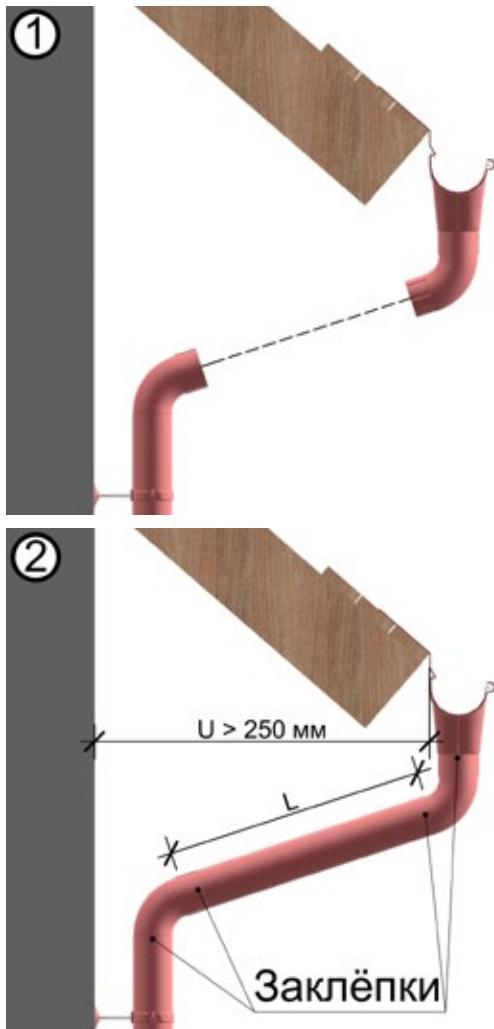

Рис. 17 Организация перехода от карнизной части здания к его фасаду
- 11.2.2 Установите ответное колено таким образом, чтобы отверстие в раструбе колена находящегося на фасаде лежало на одной линии с отверстием колена исходящего из воронки (рис. 17, ч. 1).
- 11.2.3 Если ширина карнизного свеса (U) более 250 мм, то между коленами дополнительно следует установить водосточную трубу, длина (L) которой определяется на месте (рис. 17, ч. 2).